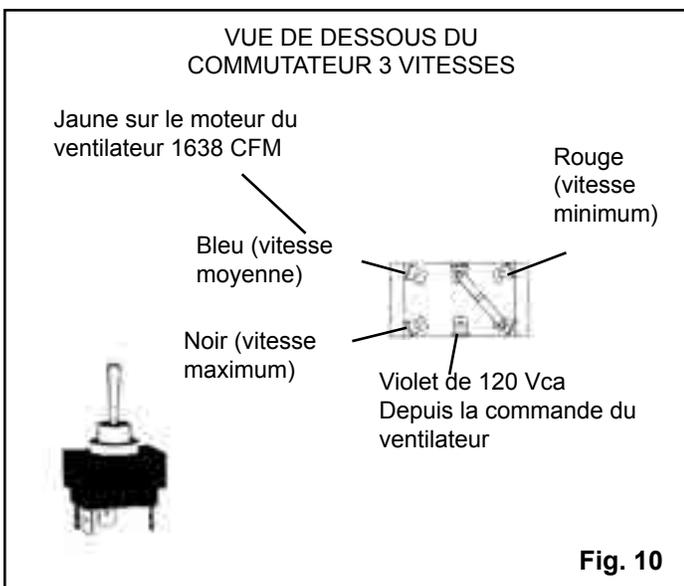

Fig. 10
**Remarque:** Le ventilateur 1000 CFM 3 vitesses doit être connecté comme illustré. Le ventilateur 1450 CFM n'a qu'une vitesse; il n'est donc pas nécessaire d'utiliser le commutateur 3 vitesses. Le ventilateur 1638 CFM a 4 vitesses; ne connectez donc que 3 fils (leurs couleurs figurent sur l'illustration) et isolez le fil orange avec une bande adhésive. Fig. 10.